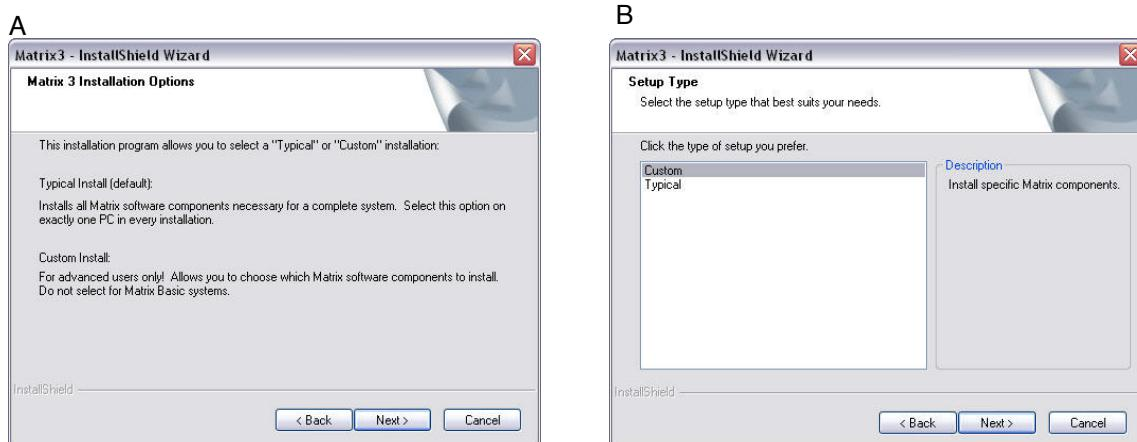

Рис. 14
5. После нажатия кнопки «NEXT» [ДАЛЕЕ] для принятия условий лицензионного соглашения появится экран (A) параметров установки (Рис. 14). В этом экране отображаются два доступных для выбора типа установки.
После нажатия кнопки «NEXT» [ДАЛЕЕ] появится экран (B) «Setup Type» [Тип установки] (Рис. 14). На этом экране можно выбрать требуемый тип установки.